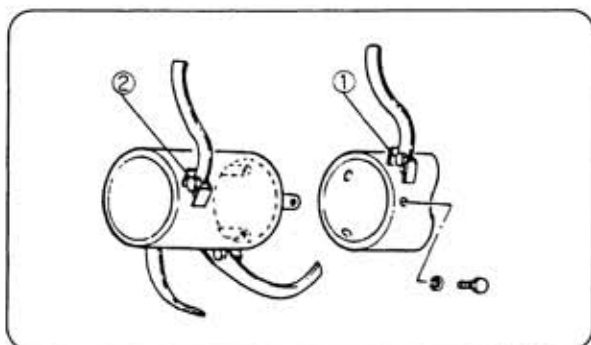

図56
補助ドラムセット (図56、57)
- ① 圃場条件の良い所では、能率を上げるため補助ドラムの取付けは図56のようにドラムの外側の刃受①と補助ドラムローターの外側刃受②とが横から見てもほぼ重なるような位置にして3個のボルトで取付けてください。適当に締めてから回転させて芯振れを直してから確実に締付けます。